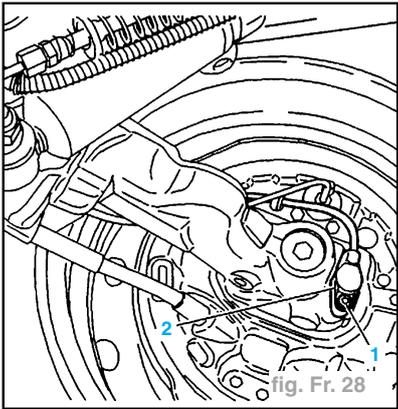

fig. Fr. 28
- Lever et caler l'avant du véhicule (fig. Fr. 28)
- Déposer la vis (1).
- Déposer le capteur (2).